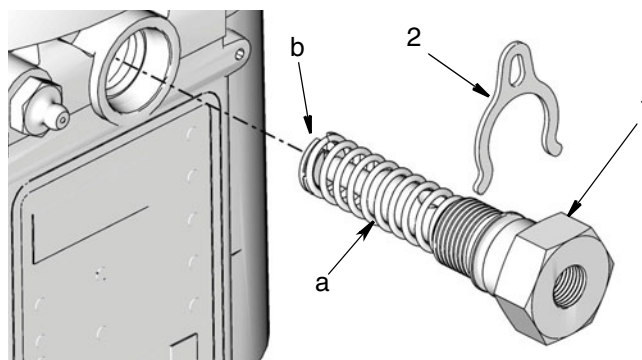

FIG. 2
S'assurer que le ressort (a), la bague de rétention (b) et le piston (c) sont retirés avec l'élément de la pompe (FIG. 2).
1. Examiner le nouvel élément de la pompe (1). S'assurer que le ressort (a), la bague de rétention (b), joint torique (4) et le piston sont installés (FIG. 2).